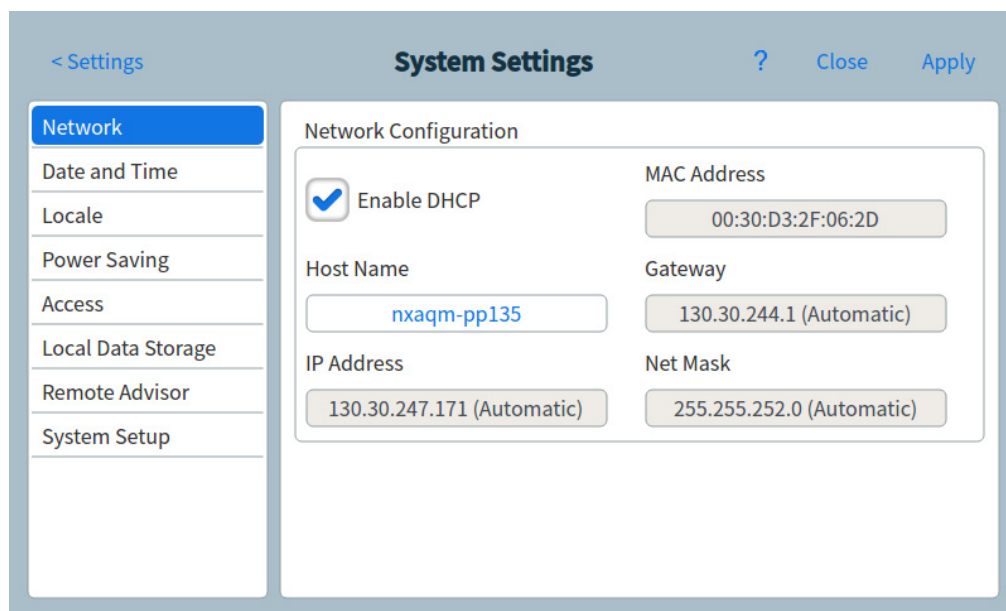

Abb. 41 Seite „Network Configuration“
- 1 Tippen Sie auf der Seite „System Settings“ auf die Seitenauswahlschaltfläche **Network**. Die Seite für die Netzwerkkonfiguration wird eingeblendet. Siehe Abb. 41.